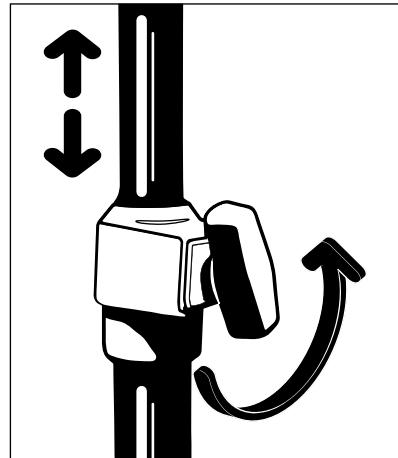

図 24 – 点滴ポールを調整する
1. はめ込みノブを逆時計回りに回し、点滴ポールのロックを解除します（図 24）。
4. はめ込みノブを時計回りに回し、点滴ポールをロックします（図 24）。